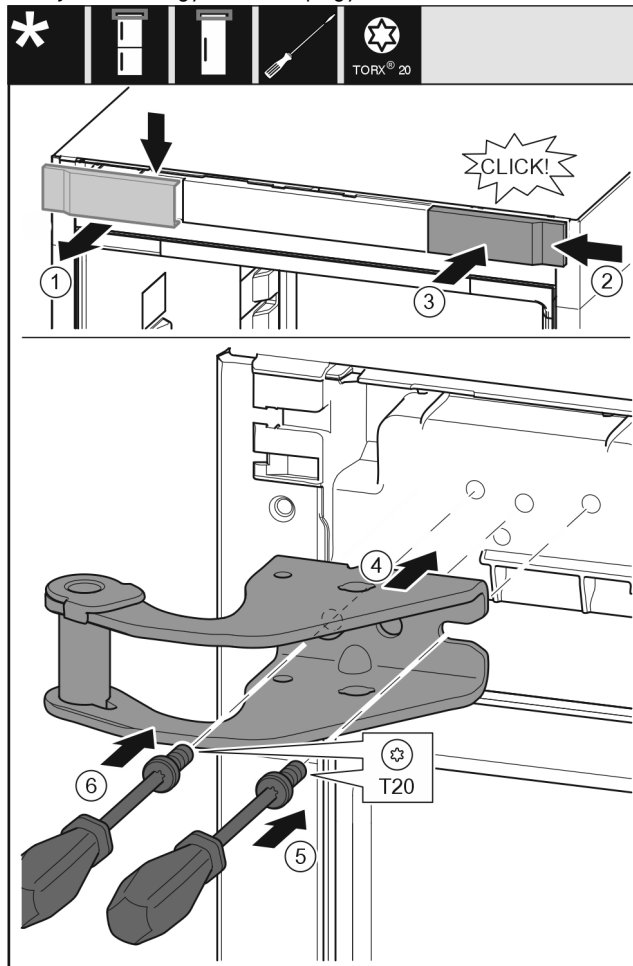

Fig. 8
- ▶ Vegye ki felülről az alsó fedelet előrefelé. Fig. 8 (1)
- ▶ Akassza be a fedelet 180°-kal elfordítva a másik oldalra jobbról. Fig. 8 (2)
- ▶ Pattintsa be a fedelet. Fig. 8 (3)
- ▶ Helyezze fel a felső csapágybakot. Fig. 8 (4)
- ▶ Helyezze fel és húzza meg a csavart a T20 csavarhúzóval. Fig. 8 (5)
- ▶ Helyezze be és húzza meg a csavart a T20 csavarhúzóval. Fig. 8 (6)